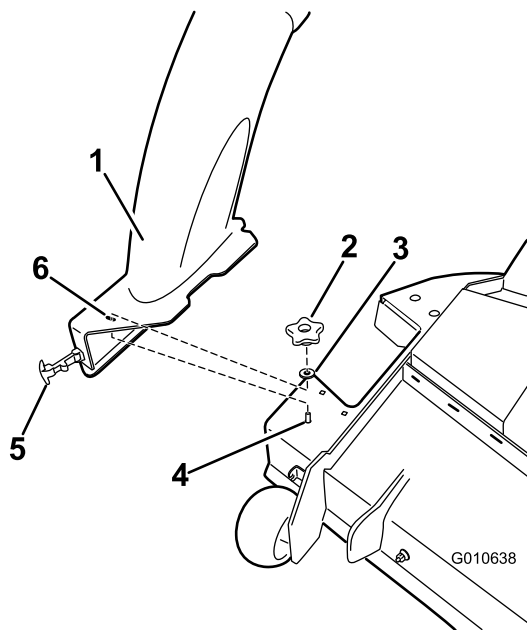

Figure 7
5. Montez l'éjecteur sur le plateau de coupe en veillant à placer l'ouverture supérieure en face de l'ergot exposé sur le dessus du plateau (Figure 7).